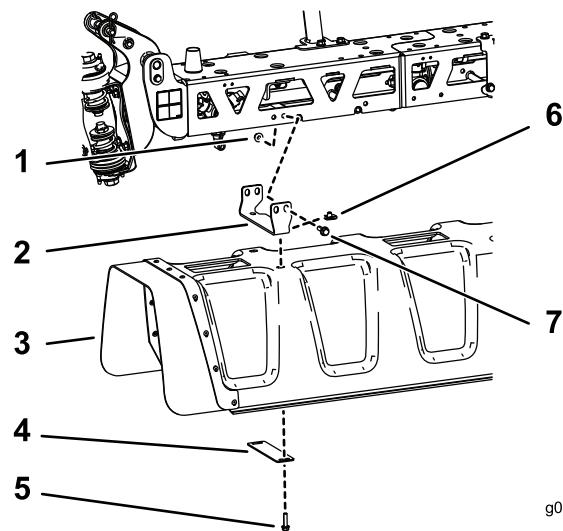

图9
1. 如图9所示用8个U形螺母、4个垫片和8个六角头螺栓5/16 x 1-1/4 英寸将中央护罩安装到支架上。
2. 如图9所示用4个六角头螺栓3/8 x 1-1/4 英寸和4个凸缘螺母3/8 英寸将4个中央喷洒臂支架及喷洒臂安装板逐个安装到中央喷洒臂上。